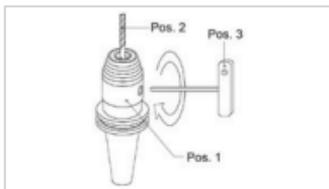

Abbildung 6: Werkzeug spannen
- Drehen Sie das Ritzel mit Hilfe des passenden Innensechskant-Schlüssels mit Quergriff (Pos. 3) im Uhrzeigersinn zu (siehe „Abbildung 6: Werkzeug spannen“).